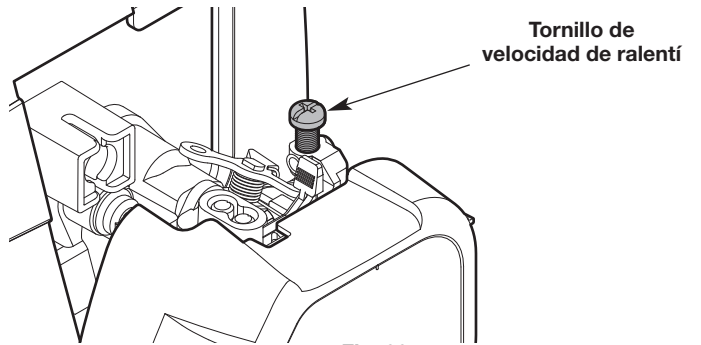

Fig. 22
- Si el motor se para, aumente la velocidad de ralentí. Use un destornillador Phillips pequeño para girar el tornillo de velocidad de ralentí en el sentido de las agujas del reloj, 1/8 de giro cada vez hasta que el motor funciona al ralentí de manera uniforme (Fig. 22).
- Si el cabezal de corte gira cuando el motor funciona al ralentí, reduzca la velocidad de ralentí. Gire el tornillo de velocidad de ralentí en el sentido contrario de las agujas del reloj, 1/8 de giro cada vez, hasta que se detenga el cabezal de corte (Fig. 22).